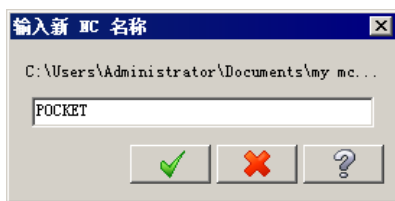
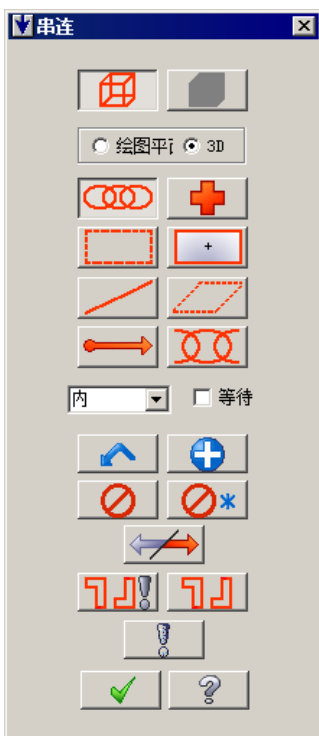

图 4.3.7 “输入新 NC 名称”对话框
图 4.3.8 “串连”对话框
Step1. 选择下拉菜单 **刀路(T)** → **挖槽(P)...** 命令, 系统弹出图 4.3.7 所示的“输入新 NC 名称”对话框, 采用系统默认的 NC 名称, 单击 按钮, 完成 NC 名称的设置, 同时系统弹出图 4.3.8 所示的“串连”对话框。